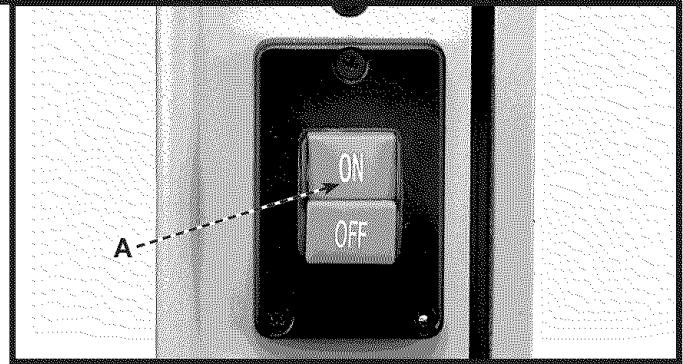
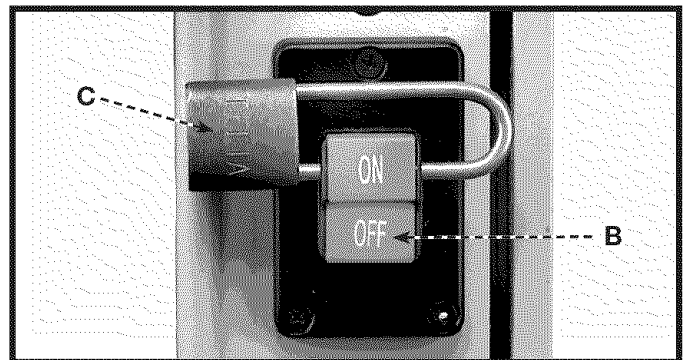

Fig. 21
Fig. 22
El interruptor de "EN/LEJOS" se localiza en el lado anterior de la banda vio. Para girar el vio "EN", empuja el del botón (A) Fig. 21 en al "EN" la posición. Para girar el vio "LEJOS", empuja el del botón (B) Fig. 22 en al "LEJOS" la posición.
IMPORTANTE: Cuándo el instrumento no está en el uso, el interruptor se debe cerrar en la "LEJOS" posición de prevenir el uso no autorizado, utilizando un de candado (C) Fig. 22 con un 3/16" grillete del diámetro.